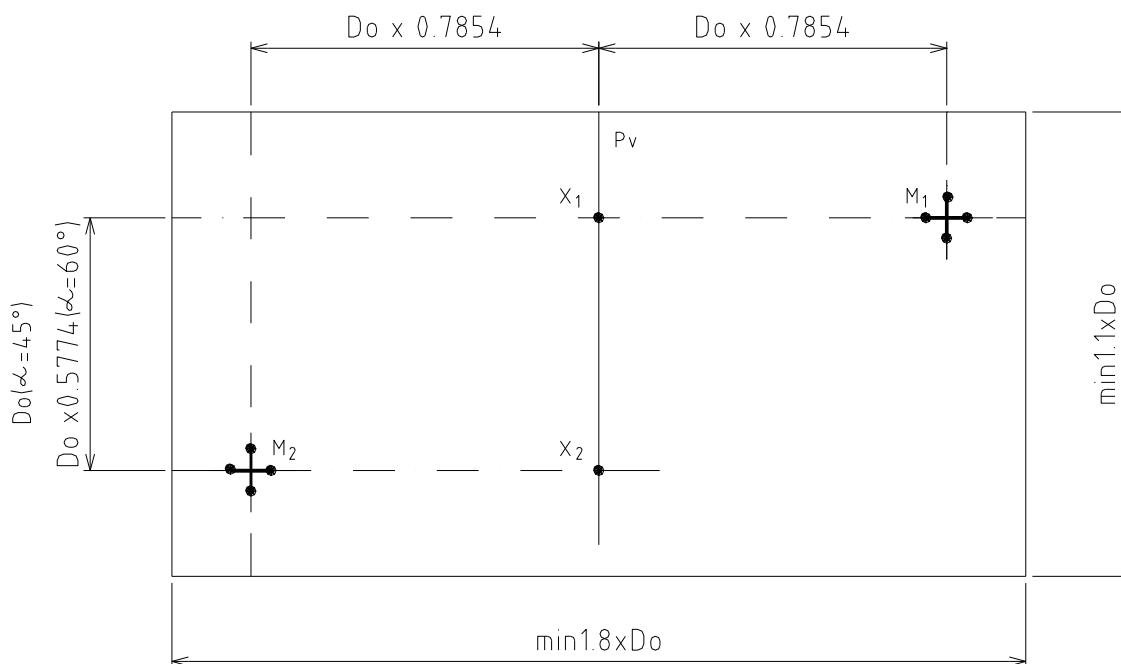

Рис. 22 Бумажный шаблон
B. В точках X_1 и X_2 проведите параллельные линии перпендикулярно осевой линии p_v , по одной с каждой стороны, и отметьте на них точки M_1 , и M_2 на расстоянии $D_o \times 0.7854$. Отметьте точки M_1 и M_2 крестами с помощью линий минимальной длины 100 мм (см. рис. 22).